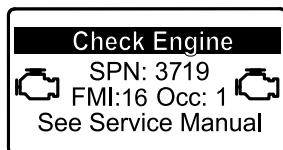

Figura 40
- Si es necesario realizar la regeneración con la máquina aparcada, el InfoCenter muestra la advertencia del motor SPN 3719, FMI 16 (Figura 40) y el ordenador del motor reduce la potencia del motor al 85 %.